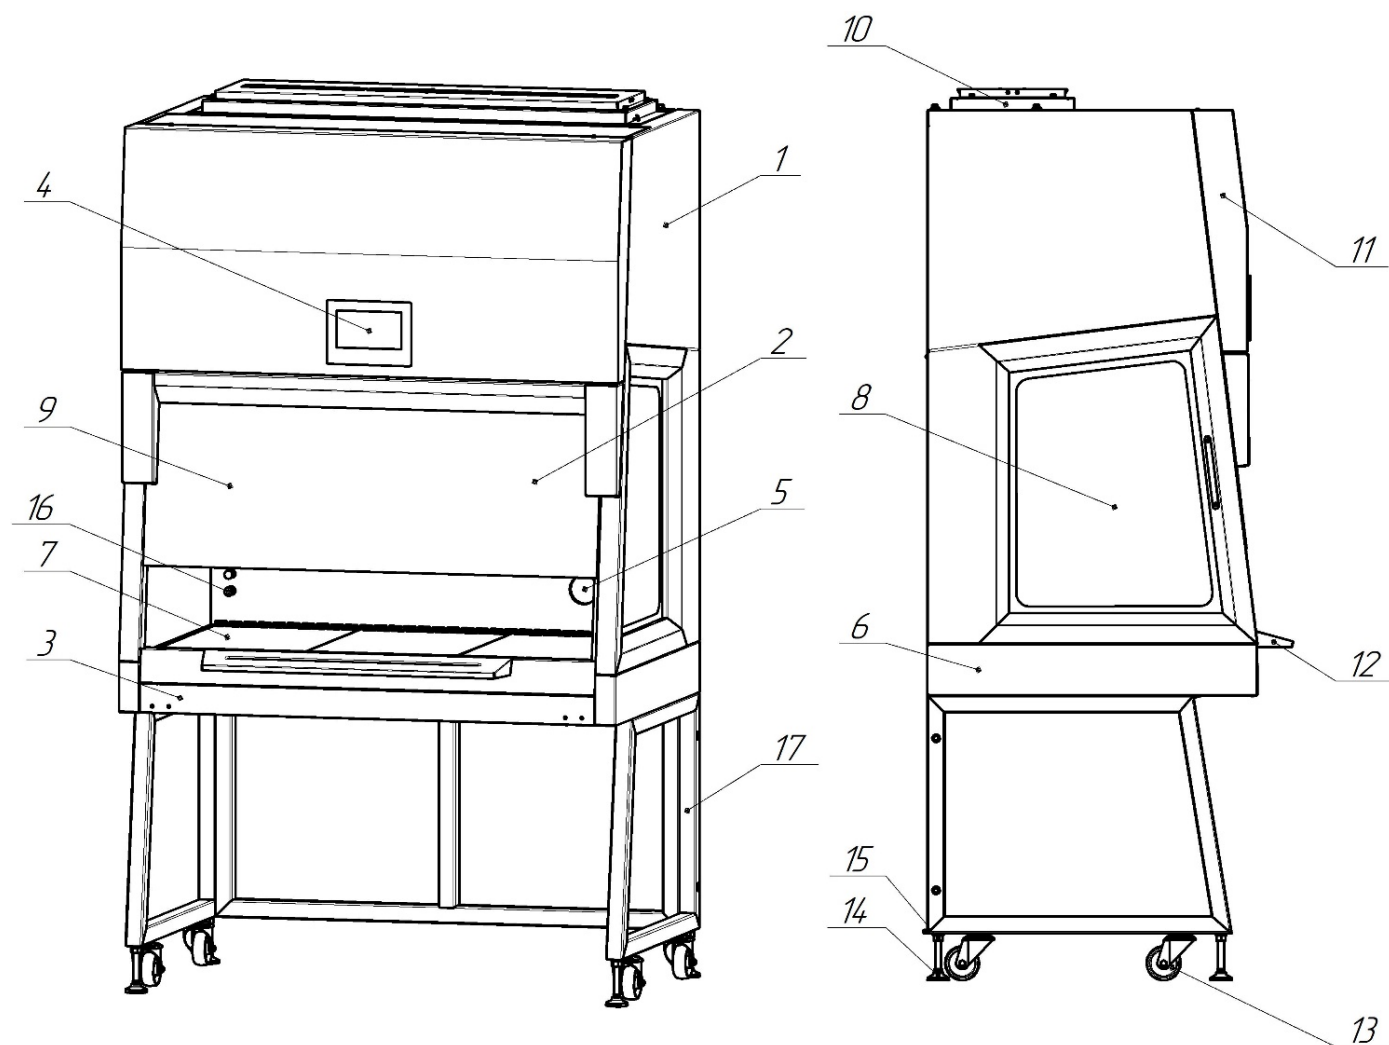
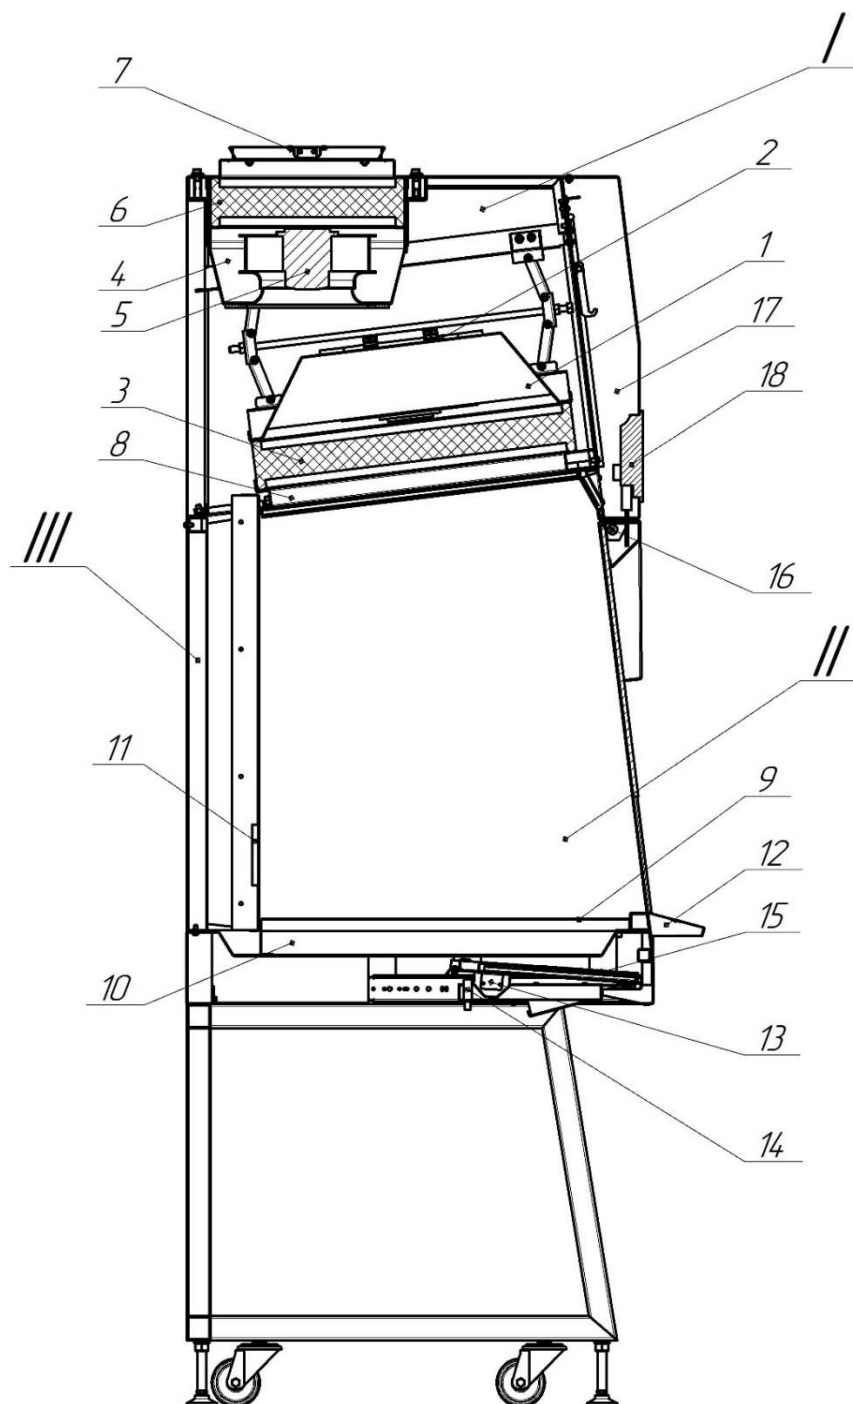

Рисунок 6.1 — Общий вид конструкции бокса
Рисунок 6.2 — Внутреннее устройство бокса
Бокс представляет собой закрытое вентилируемое пространство с рабочим проемом, через который оператор может проводить манипуляции внутри бокса. Общий вид конструкции бокса представлен на рис. 6.1. Схема внутреннего устройства бокса приведена на рис. 6.2. Наружные поверхности бокса покрыты порошковой краской; секции столешницы, подлокотник, поддон рабочей камеры выполнены из нержавеющей стали 08X18H10 (AISI 304).
6.2 Система вентиляции бокса (см. рис. 6.2)
6.3 Система очистки поступающего и удаляемого воздуха (см. рис. 6.2)
- 1) лицевое стекло (поз.9) (см. рис. 6.1) - распашное, материал стекла «триплекс», механизм открывания, закрывания и удерживания стекла в открытом положении снабжен газовыми амортизаторами;
- 3) закаленные боковые стекла (поз.8) (см. рис. 6.1);
- 5) светодиодное освещение рабочей камеры (поз.16) (см. рис. 6.2);
- 6) две розетки в рабочей камере бокса (поз.5) (см. рис.6.1);
- 7) ламинаризатор воздушного потока (поз.8) (см. рис. 6.2) из мелкоячеистой полимерной сетки;
- 8) съемная подставка (подлокотник) для рук (поз.12) (см. рис. 6.1) из нержавеющей стали;
- 9) съемная столешница из нержавеющей стали состоит из трех отдельных элементов (секций) (поз.7) (см. рис.6.1), центральная рабочая секция столешницы представляет собой быстросъемный лоток для облегчения сбора просыпавшегося материала;
- 10) поддон (поз.10) (см.рис.6.2) под столешницей бокса выполнен из нержавеющей стали, поддон имеет легко очищаемую конструкцию и сделан таким образом, чтобы предотвратить попадание протекших на него жидкостей внутрь бокса.
6.5 Блок УФ-облучения (см. рис.6.2):
6.6 Дополнительные элементы (см. рис.6.1):
6.7 Элементы для проверки целостности НЕРА-фильтров (см.рис.6.1):